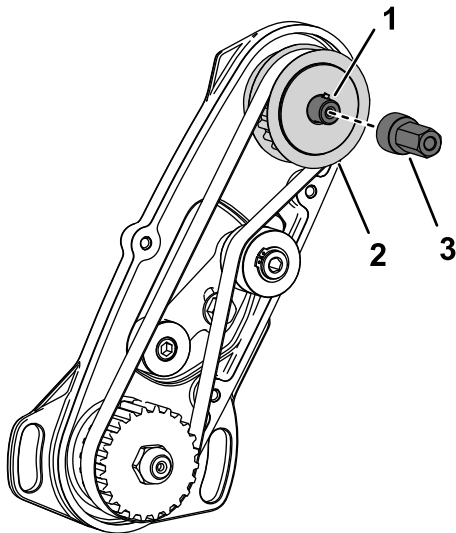

Figura 8
4. Mientras se restringe el movimiento de la polea de transmisión, instale el cubo de transmisión en el árbol de transmisión del molinete (Figura 8)